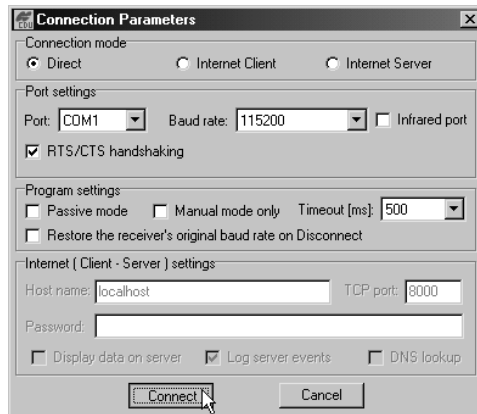

Figura 4-2. Parámetros de Conexión – Negociación RTS/CTS
2. En el cuadro de diálogo *Connection Parameters*, habilite la negociación RTS/CTS (Figura 4-2).